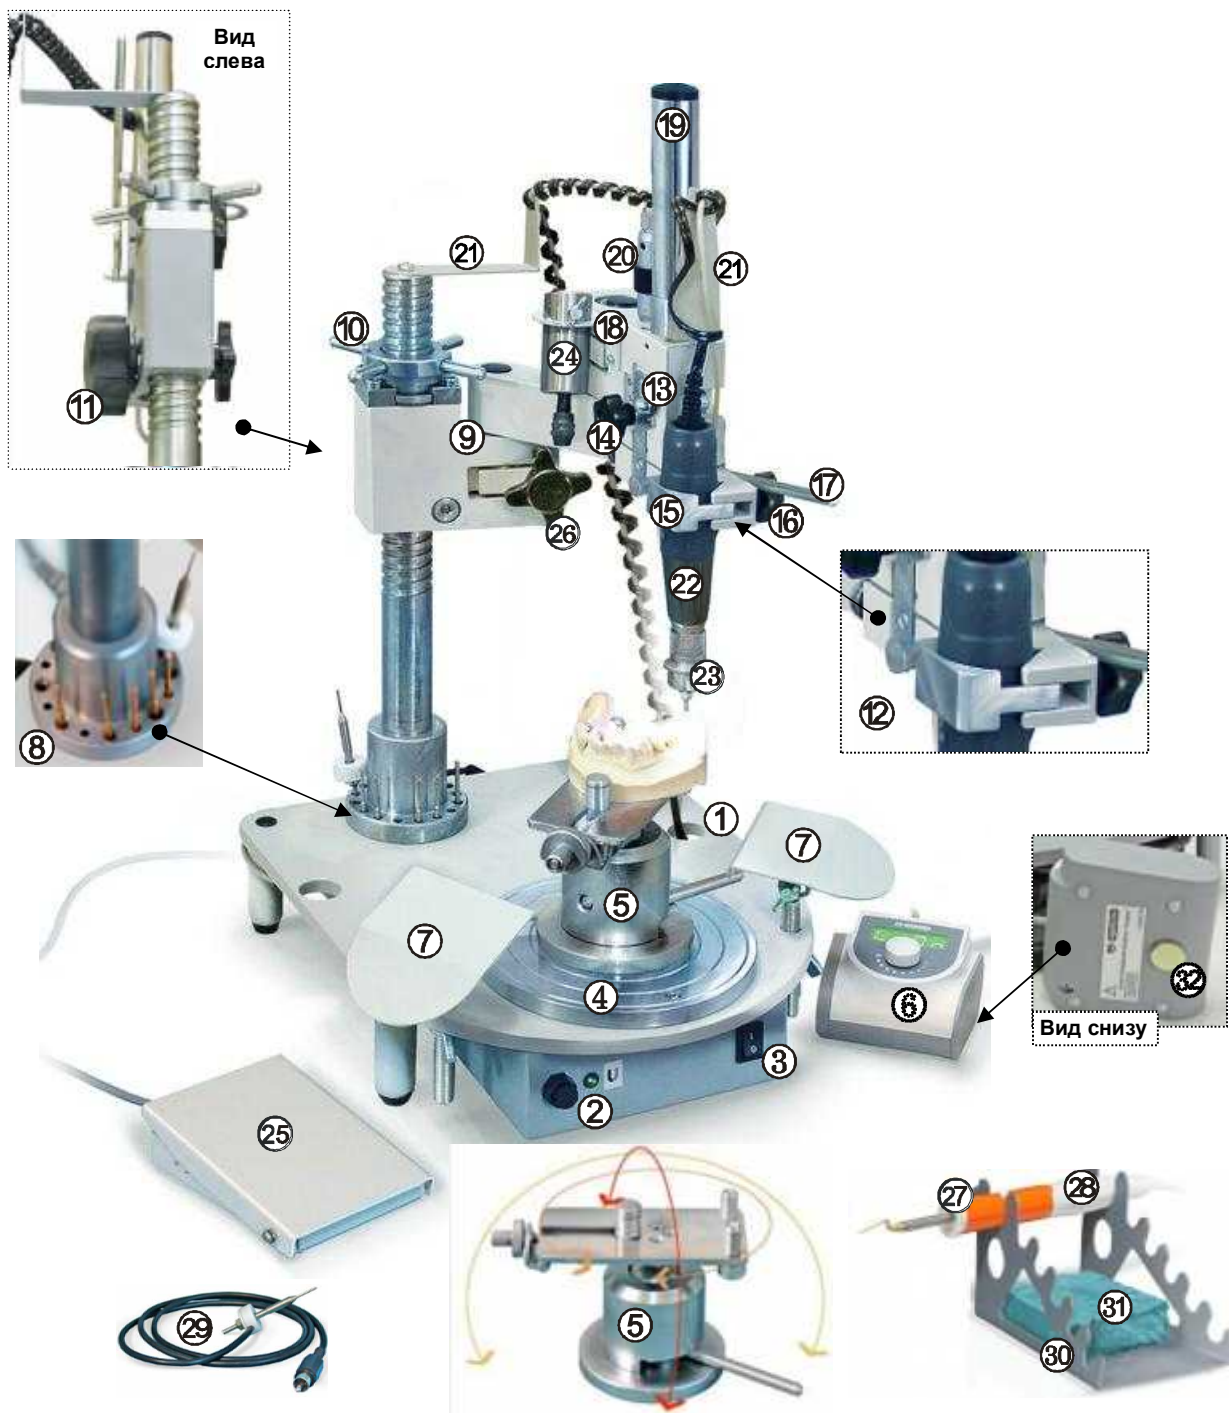

Рис.1. Работа с наконечником
5.1 Основные конструктивные элементы (рис. 1)
Держатель угловой **(21)** кабеля бормашины переверните на 180° в соответствии с рис.1.
Соединительные кабели провести через отверстие в основании **(1, рис.1)**.
При необходимости отрегулируйте усилие возвратной пружины каретки **(12, рис. 1)**:
- снимите кожух **(19, рис. 1)**;